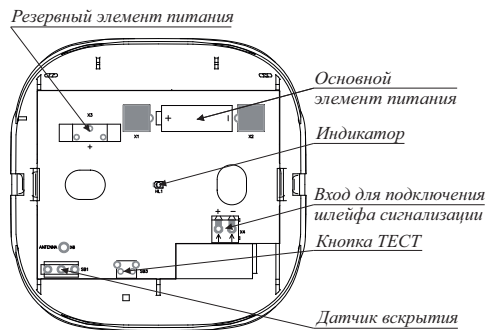

Рисунок 2
5.4 На плате МШС (рисунок 2) расположены: